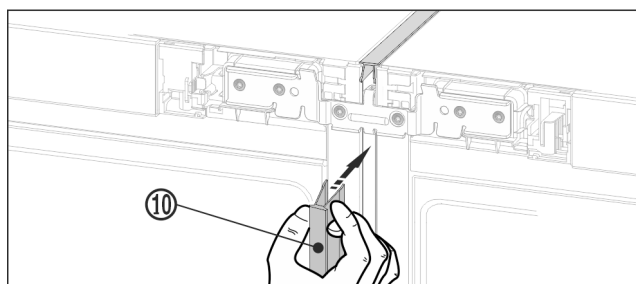

Fig. 22 *
- ▶ Спереду затисніть довгий нащільник Fig. 22 (10) у вертикальну щілину. Стежте за тим, щоб нащільник прилягав до з'єднувального листа.*